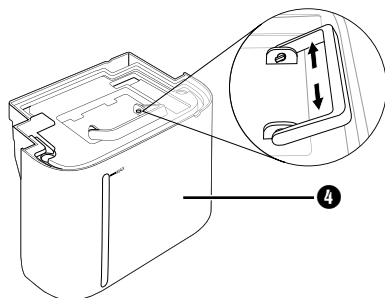

Fig. 5
- ◆ For at rengøre vandbeholderen 4 indeni skal låget tages af. Flyt håndtaget så langt frem, at tapperne på håndtaget stemmer overens med noterne på vandbeholderen 4. Nu kan du løsne håndtaget ved at trykke det ud af noterne på begge sider (se fig. 5).